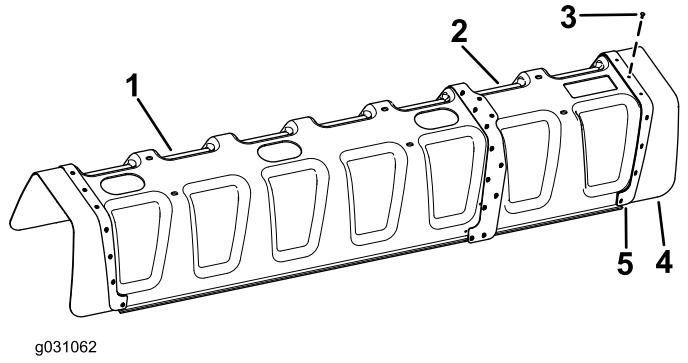

図7
3. ポップリベット3/16 x 1/2 インチ11本とワッシャ3/16 インチで、ゴムカバーと補強プレート11ノズルカバーからのものを12ノズルカバーに取り付ける図7。